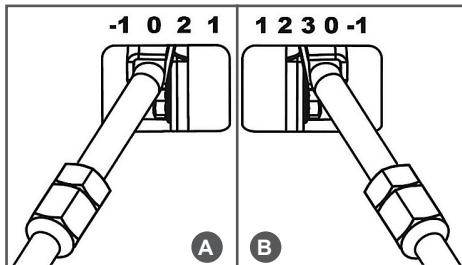
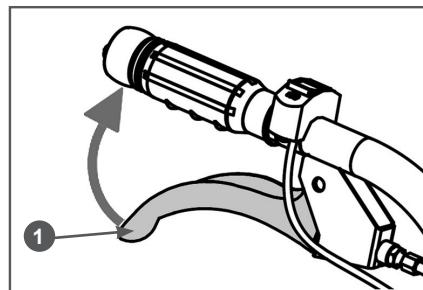

Рис. 28 Рычаг переключения передач
Рис. 29 Включение хода
7. Убедитесь, что рычаг переключения передач установлен в положение «0» нейтральной передачи (Рис. 28) и рычаг включения хода не нажат.
- Исходное положение — рычаг переключения передач в нейтральном положении «0» (Рис. 28).
— при переключении из нейтрального положения «0» - снова установите рычаг в нейтральное положение, быстро нажмите и отпустите рычаг включения хода (Рис. 29), подождите 2-3 секунды и снова переместите рычаг переключения передач в требуемое положение (Рис. 28);
— при переключении не из нейтрального положения «0» – не трогая рычаг включения хода и слегка нажимая на рычаг переключения передач в сторону требуемой передачи, немного переместите мотоблок вперёд или назад, или поднимите рабочие рукоятки вверх и переместите рычаг переключения передач в требуемое положение (Рис. 28).
6. Для того чтобы начать движение мотоблока на выбранной передаче быстро и плавно нажмите рычаг 1 включения хода до упора (Рис. 29).
2. Отпустите рычаг включения хода (Рис. 29) и переведите рычаг переключения передач в нейтральное положение «0» (Рис. 28).
4. Не нажимая рычаг включения хода, переведите рычаг переключения передач в положение «1» (1-я передача) (Рис. 28).